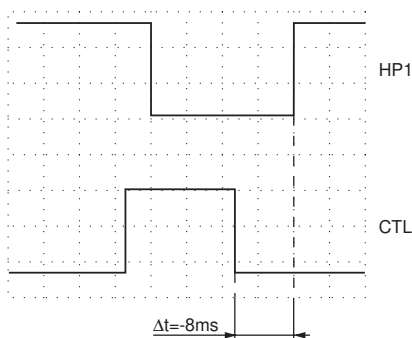

Fig. 23
- A l'aide de la touche  $\ominus$   $\oplus$  régler l'intervalle de temps entre l'impulsion de commutation de têtes et le flanc ascendant de l'impulsion de synchronisation CTL à  $\Delta t = -8\text{ms}$  (Fig. 23).
- With the  $\ominus$   $\oplus$  button set the time interval between the head switching pulse and the rising edge of the CTL pulse to  $\Delta t = -8\text{ms}$  (Fig. 23).